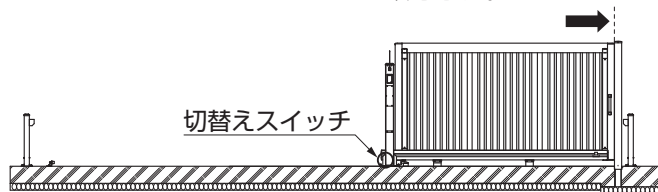
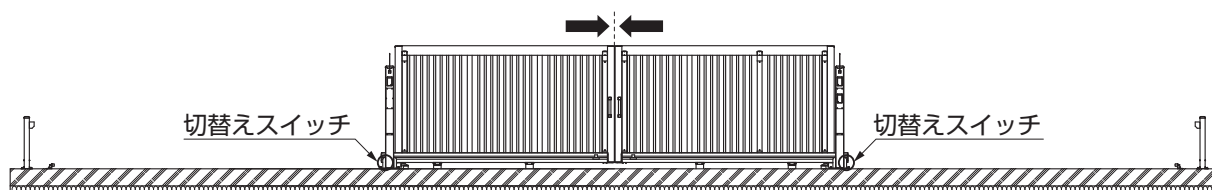

図16-1 片開き
図16-2 両開き
- ①引戸を閉めた状態にし、手動電源切替スイッチを手動に切替えてください。(図16-1、図16-2参照)